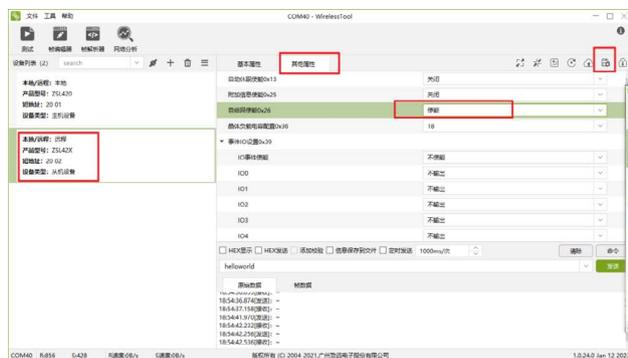

图10
5.2 将 EPCM3568A-LI 通过远程配置使能自组网功能，如图 10 所示。使能自组网后可看到 EPCM3568A-LI 设备的 STA 灯间隔 3 秒双闪。